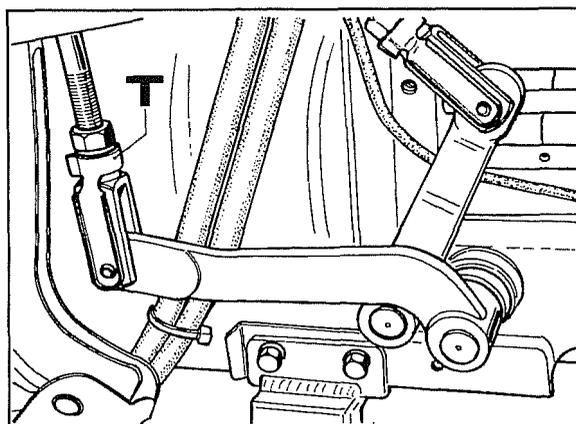
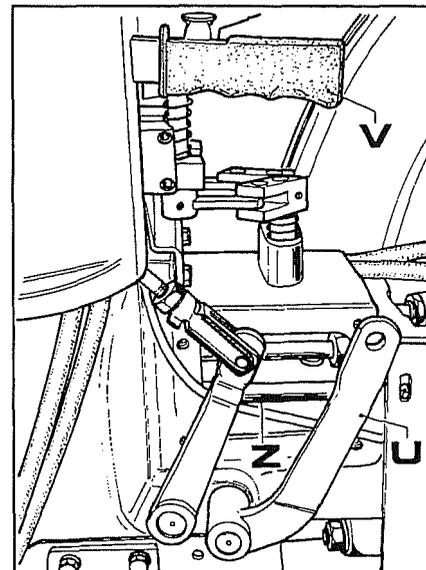
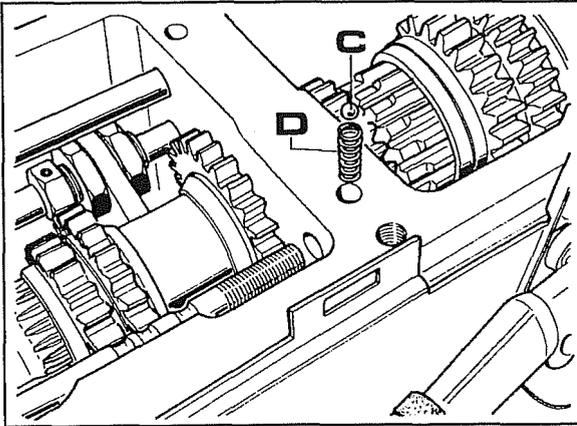
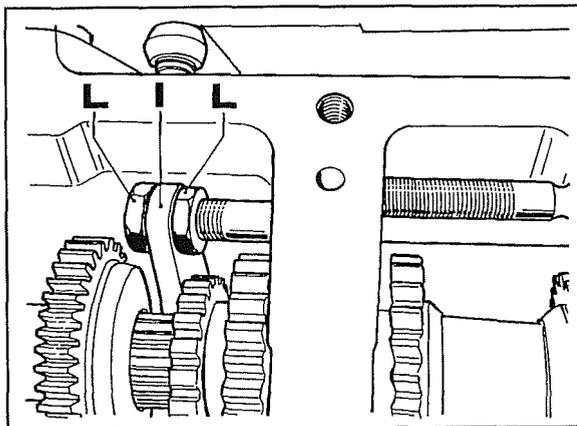

Abb. 9
Abb. 10
Abb. 11
Abb. 13
- 3 Das Pedal der Fahrkupplung mittels der Schaltgabel **T** Abb. 9 ablösen und ganz nach hinten drehen, wie in der Position **U** von Abb. 10 gezeigt ist.
- 4 Die Zapfwellenkupplung einrücken, indem man den Hebel **V** Abb. 10 so weit wie möglich hebt.
- 5 Die Stange **Z** Abb. 10 mit den Muttern **L** Abb. 13 freigeben und sie dann nach vorne herausziehen, bis die Kugel **C** und die Feder **D** Abb. 11 herauskommen.
- Die Muffe **S** Abb. 8 wieder einbauen und dann die Schaltgabel **I**, um sie dann mit den Muttern **L** Abb. 13 einzustellen, wie untenstehend beschrieben wird: